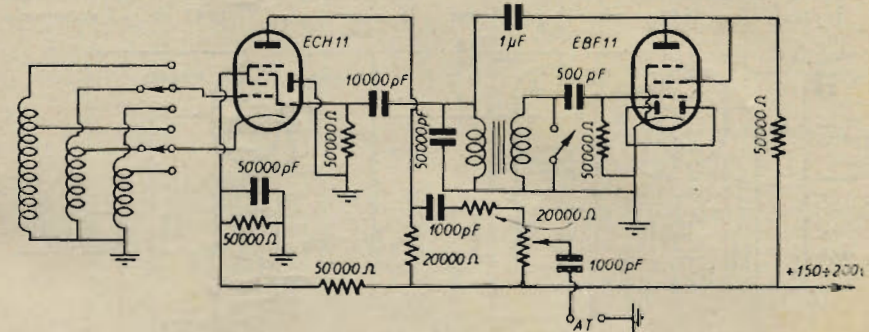

Fig. 45 - (Cons. 6661) - Generatore modulato di segnali (Schema di principio)
2) un generatore modulato di segnali, per prove tecniche di laboratorio (fig. 45);